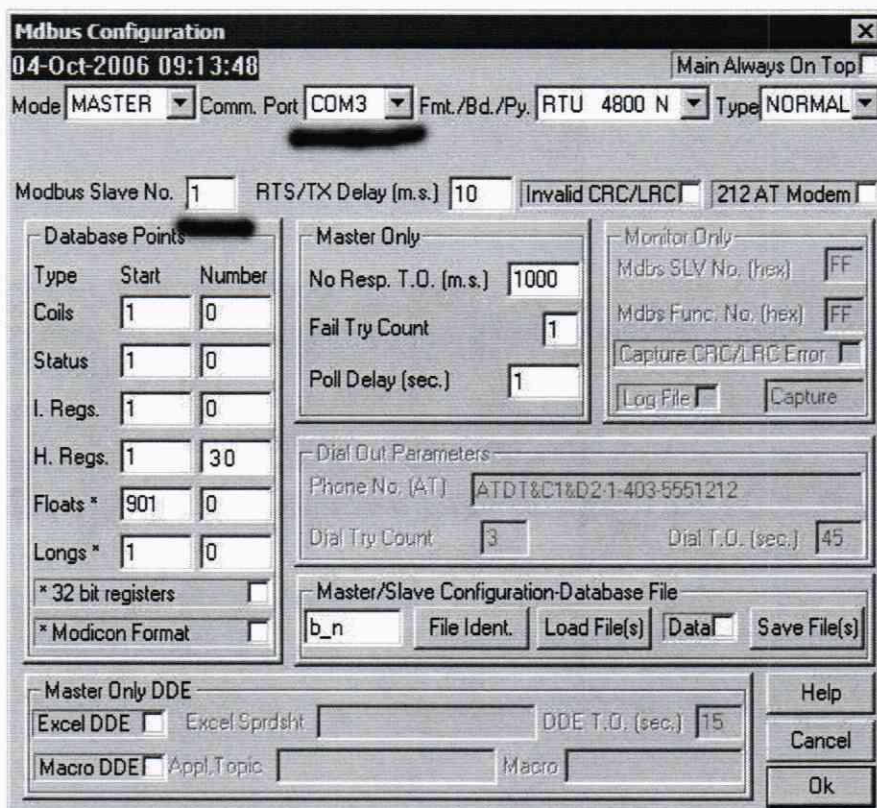

Рисунок 2 - Окно настройки программы Mdbus
- 7) Нажать на пункт меню «Configuration», при этом на экране появится окно настройки (рисунок 2).